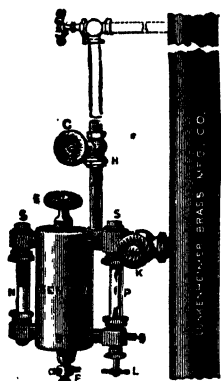

Fig. 23. DROP LUBRICATOR.
**NOTE.**—Description of Fig. 23.